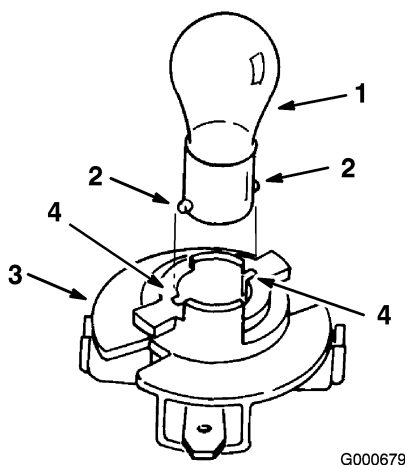

Figura 42
1. La base della lampada è dotata di perni metallici. Allineate i perni alle scanalature nel portalampada ed inserite la base nel portalampada (Figura 42). Premete la lampada e giratela in senso orario finché non si ferma.